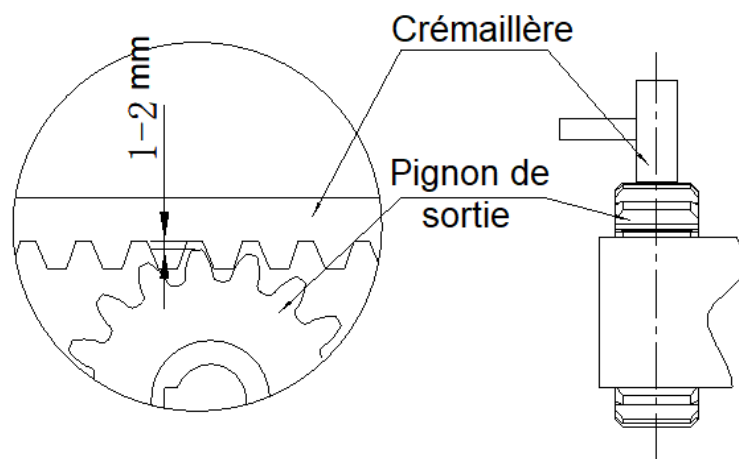

Figure 7
- Positionnez manuellement la crémaillère sur le portail en prenant soin de laisser un jeu d'ajustement entre la crémaillère et le pignon de sortie (voir figure 7) ;
Le jeu d'ajustement de l'engrenage de sortie et de la crémaillère est indiqué dans la figure 7 ci-dessous :